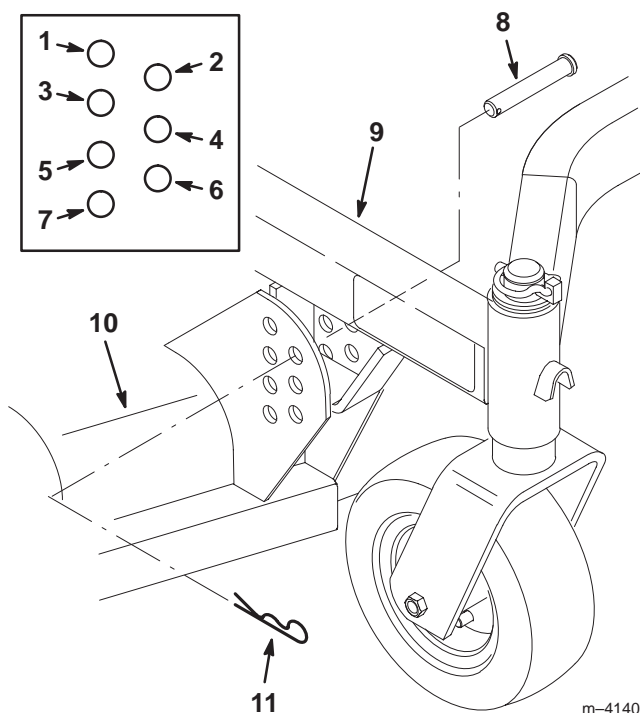

Bild 8
2. Bringen Sie das Schneidwerk mit vier Lastösenbolzen und Splinten am Chassis an (Bild 8).